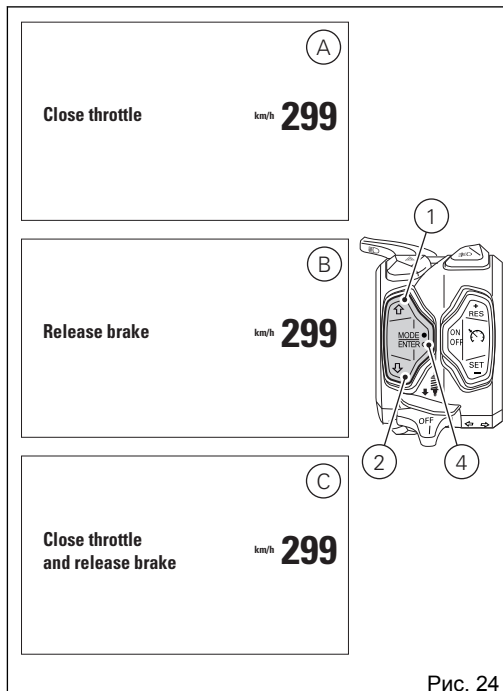

Рис. 24
- если ручка газа выжата, приборная панель выводит на дисплей сообщение «CLOSE THROTTLE» (А, Рис. 24). Только если ручка газа отжимается, подтверждается и записывается в память выбранный стиль вождения и возвращается стандартная страница;
- если ручка газа отжата, но тормоза нажаты, приборная панель выводит на дисплей сообщение «RELEASE BRAKES» (В, Рис. 24). Только если тормоза отпускаются, подтверждается и записывается в память выбранный стиль вождения и возвращается стандартная страница;
- если ручка газа выжата или тормоза нажаты и мотоцикл едет, на дисплее приборной панели появляется индикация «CLOSE THROTTLE AND RELEASE BRAKES» (С, Рис. 24). Как только все условия будут соблюдены (ручка газа отжата, тормоза отпущены или мотоцикл стоит), приборная панель подтвердит и запишет в память выбранный стиль вождения, а потом выведет на дисплей стандартную страницу.